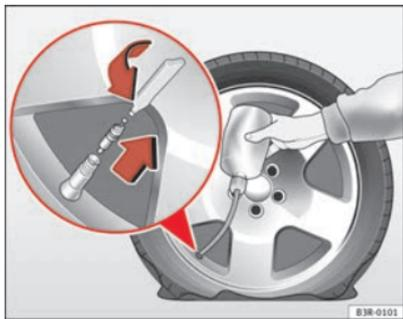

Abb. 201 Reparatur durchführen
- Die Reifentventilkappe abnehmen und den Ventileinsatz mit dem beiliegenden Werkzeug herausschrauben ⇒ **Abb. 201**.